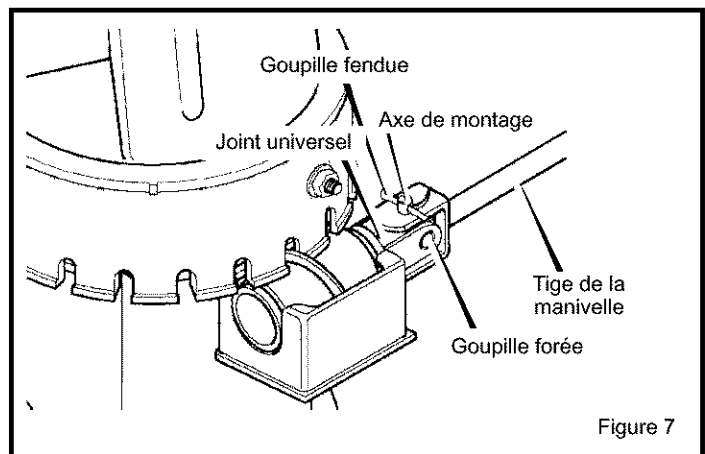

Figure 7
7. Retirer avec précaution la goupille fendue, l'axe de montage, et le joint universel de la fourche de la manivelle (Figure 7).